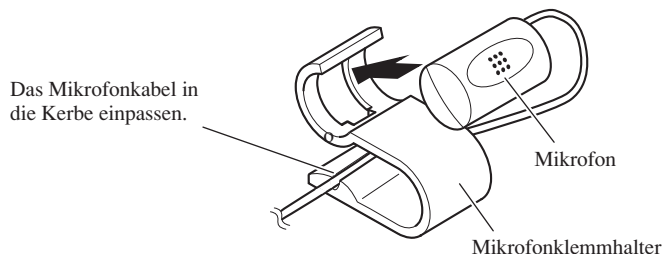

Abb. 21
1. Das Mikrofon im Mikrofonklemmhalter befestigen. (Abb. 21)